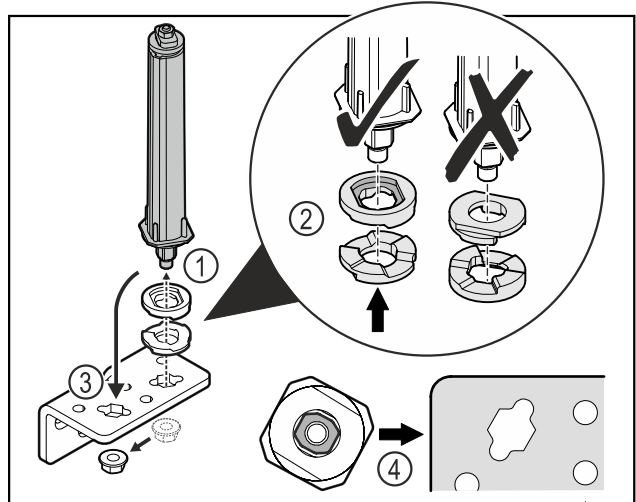

Fig. 44
- ▶ Mutter lösen und Türschließsystem entfernen Fig. 44 (1).
- ▶ Auf die korrekte Ausrichtung der Höhenverstell-scheiben achten Fig. 44 (2).
- ▶ Türschließsystem im Scharnierwinkel umsetzen und mit der Mutter fixieren Fig. 44 (3).
- ▶ Beim Einsetzen auf die korrekte Ausrichtung des Türschließsystems achten Fig. 44 (4).